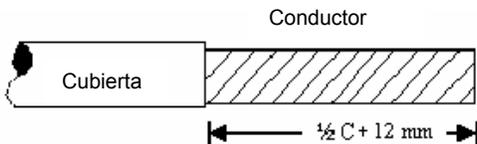

Figura 1
2. Retire la cubierta del cable equivalente a la mitad del conector a usar más 12 mm Ver figura 1.